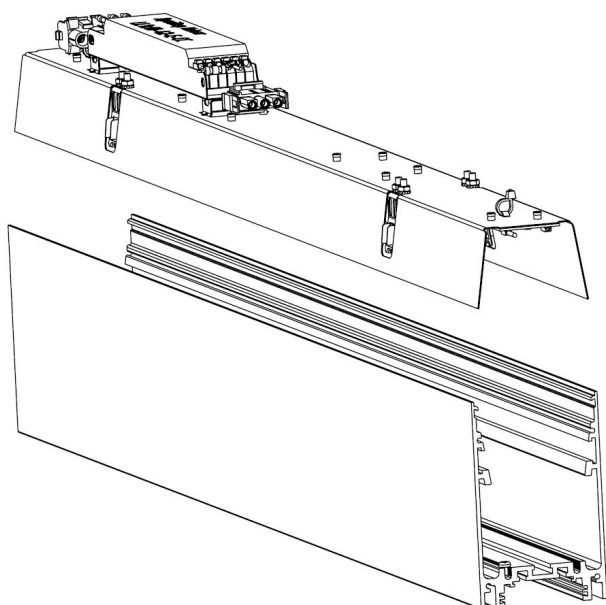

Рис.1
- Извлеките из алюминиевого корпуса светильника отражатель со светодиодами (Рисунок 1);